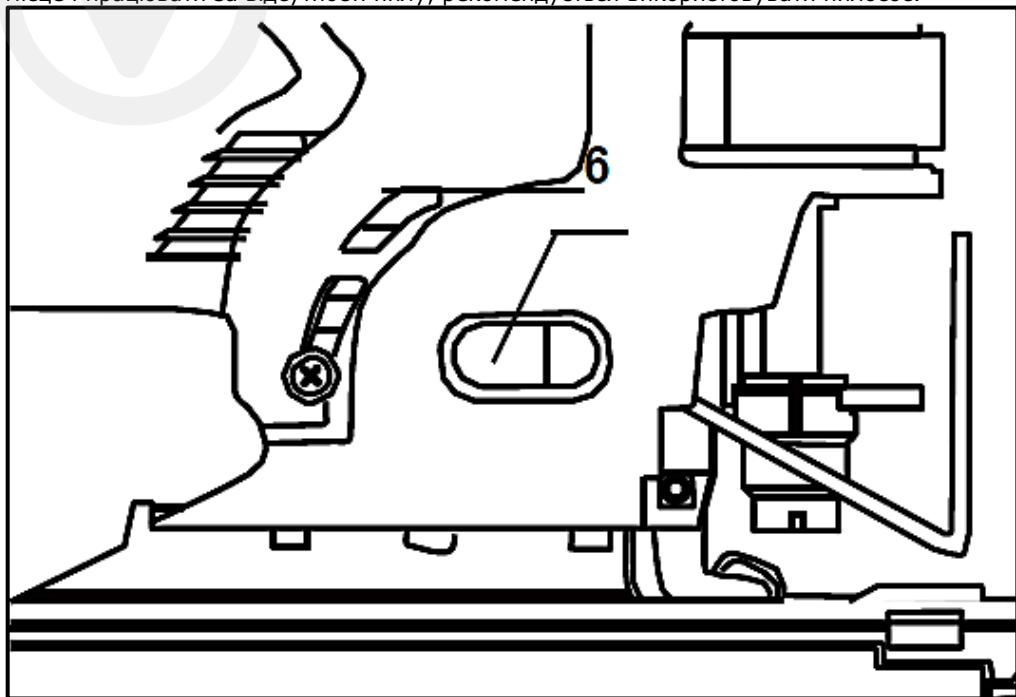

Рис. 5
6. Здвиг тисни (Рис.5).
5.1.7 Пиловідвід (Рис. 5).